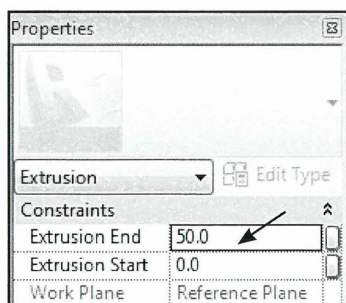

Fig. 05.33 Indtast en højde i *Properties*.
- Indstil højden i *Properties* (Fig. 05.33), eksempelvis til 50 mm.
Markeres objektet, og ser man i *Properties* under *Extrusion End* og *Extrusion Start* (Fig. 05.33), har vi *Work Plane* med en grå skrift og herudfor står der *Reference Plane*, da dette er vores *Work Plane*, for dette objekt.
- Marker nu *Reference Line* og erstat nu vinklen til den ønskede vinkel (Fig. 05.33).